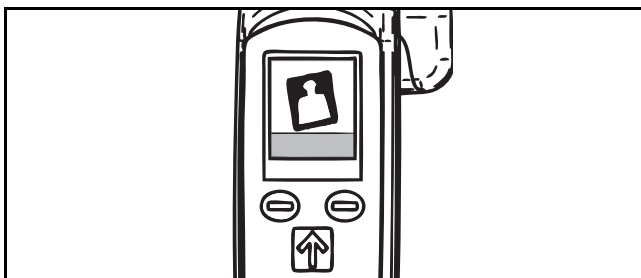

Fig. 60
**NOTA: SOLO PARA BÁSCULAS EUROPEAS:** si la pantalla muestra alternativamente el símbolo de inclinación con el símbolo de la báscula, reubique la MAXI MOVE en una superficie nivelada, de modo que pueda funcionar correctamente (véase la Fig. 60).